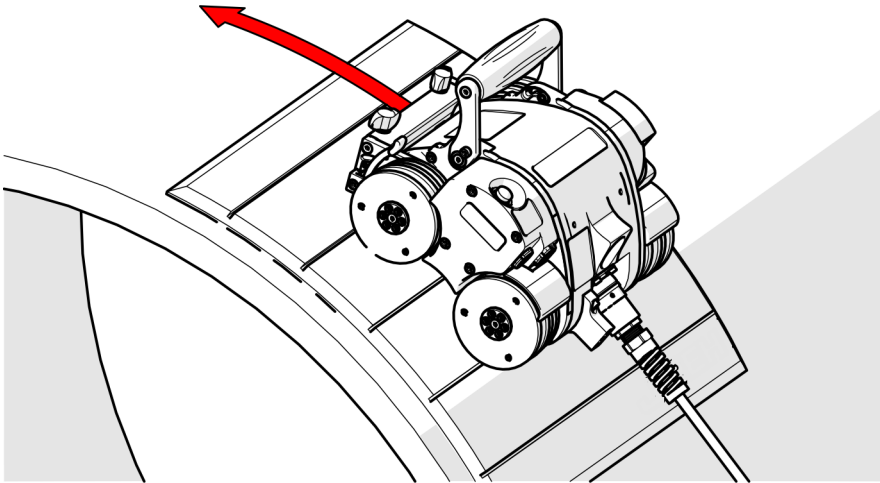
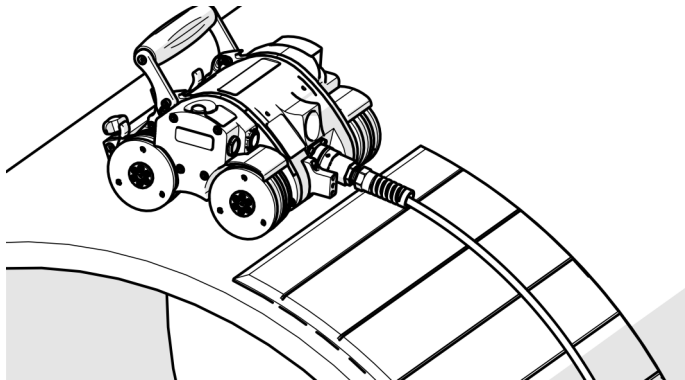

Abbildung 4-15 Herunterfahren des Fahrwagens von der Matte
Abbildung 4-16 Magnethaftung an der Oberfläche
8. Halten Sie den MapROVER fest und fahren Sie den Scanner mit dem Vorwärts-/Rückwärts-Joystick vorsichtig von der Installations-/Entnahmematte auf die Inspektionsfläche. Wenn der MapROVER sicher auf der Inspektionsfläche liegt, können Sie den Scanner loslassen (siehe Abbildung 4-15 auf Seite 150 und siehe Abbildung 4-16 auf Seite 150).